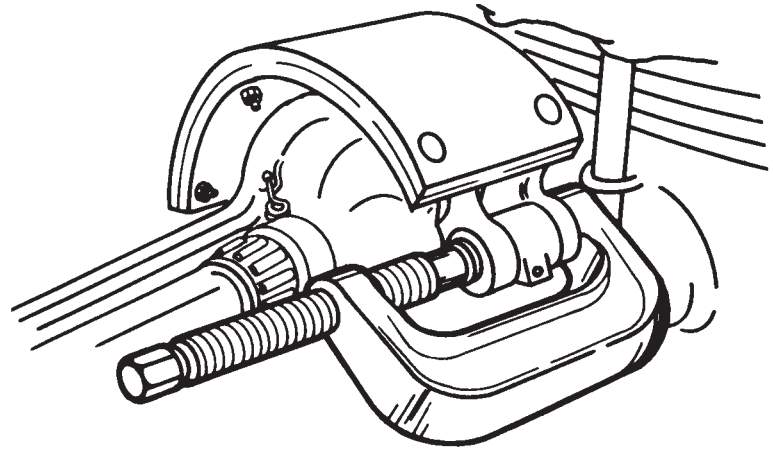

Figura 1
2. Colocar la prensa C sobre la araña para freno como se ve en la Figura 1.